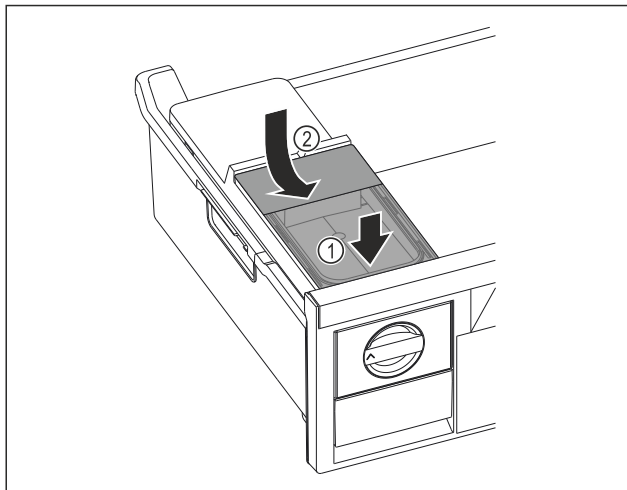

Fig. 151
- Elöl tegye fel a víztartályt. Fig. 151 (1)
- Hátról engedje le a víztartályt. Fig. 151 (2)